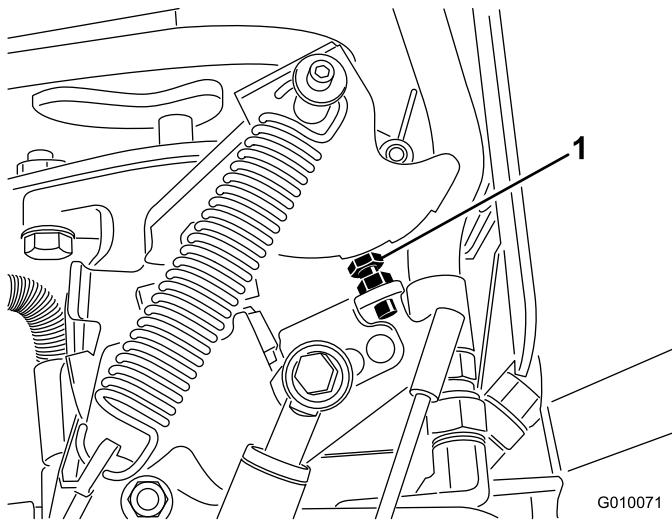

図 66
5. 調整する場合：ポンプのストップボルト（図66）をストッププレートに近づけると穴あけ間隔が小さくなり、遠ざけると間隔が大きくなる。